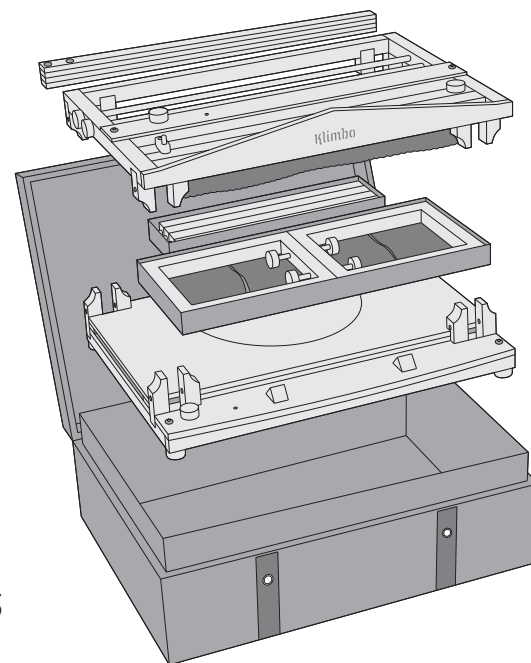

図5
8. 解体後、部品はトランクの決められた場所に並べてください。図5